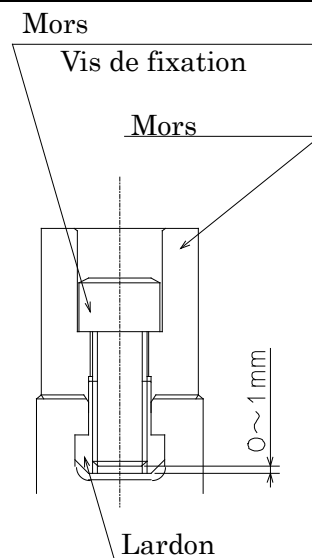

Figure 10
- Si la profondeur de vissage de la vis de fixation du mors par rapport à l'écrou encastré est faible, l'écrou encastré cassera. Ceci est dangereux car le mors et la pièce seront alors éjectés. Si la vis de fixation est trop longue et dépasse de l'écrou encastré, ceci aussi est dangereux car, le mors supérieur n'étant pas fixé, le mors et la pièce seront alors éjectés. Sur sa longueur totale, la vis de fixation du mors doit se trouver à 0/-1 mm du bas de l'écrou encastré (voir figure 10).